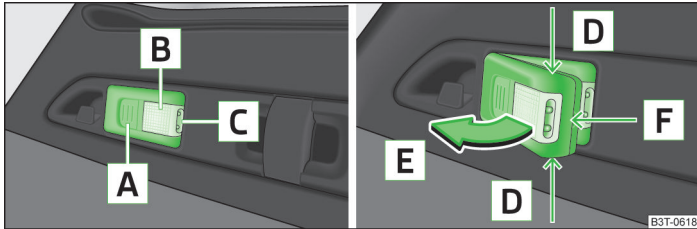

Abb. 41 Herausnehmbare Leuchte
- Wird die Leuchte nicht ausgeschaltet und korrekt in die Halterung eingesetzt, werden die Lampen im vorderen Teil **C** » Abb. 41 auf Seite 58 der Leuchte automatisch ausgeschaltet.
- Beleuchtung des Gepäckraums - es leuchtet Teil **B** » Abb. 41 (Leuchte sitzt in der Halterung);
- Die Leuchte im Bereich der Pfeile **D** » Abb. 41 auf Seite 58 anfassen und diese in Pfeilrichtung **E** herausschwenken.
- Die Akkuabdeckung mit einem schmalen, spitzen Gegenstand ab der Stelle des Arretierungsclips **F** » Abb. 41 auf Seite 58 abhebeln.